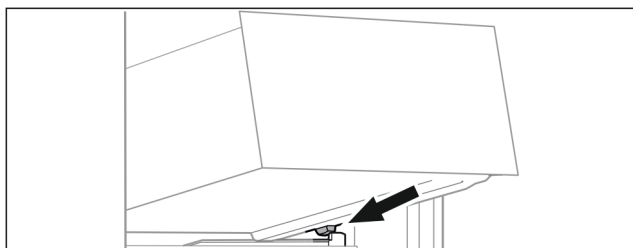

Fig. 29
- ▶ Nasadte zásuvku šikmo za zářezky na žebrování na nádoby. (viz Fig. 29)